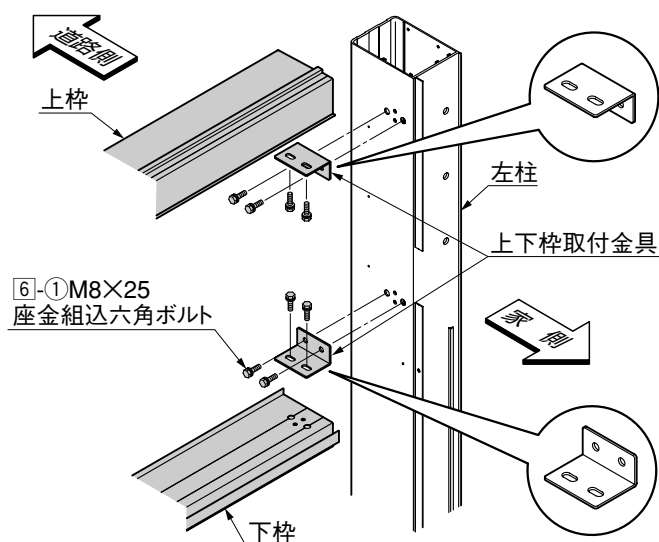

图2-1
- ① 上下桢取付金具を⑥-①で左右の柱と上桢および下桢に取付けてください。(図2-1参照)